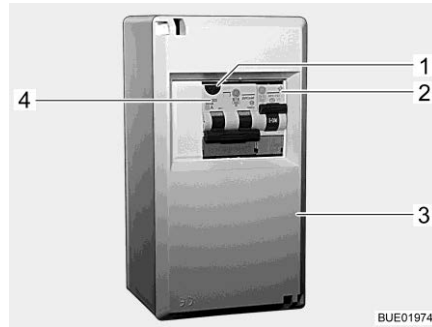
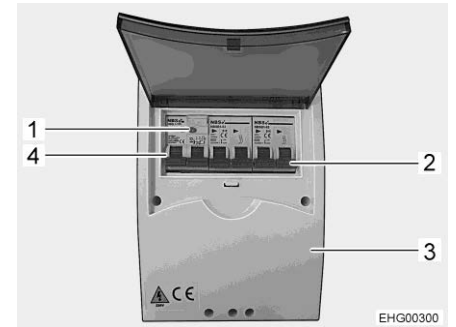

Fig. 206 Coffret de fusibles 230 V
Fig. 207 Coffret de fusibles 230 V (variante)
Un disjoncteur différentiel/de protection de circuit combiné (Fig. 206,4 ou Fig. 207,4) dans le coffret de fusibles (Fig. 206,3 ou Fig. 207,3) protège tout le véhicule contre le courant différentiel (0,03 A).
Sur les véhicules possédant un équipement particulier tel que la climatisation, un disjoncteur de protection de circuit supplémentaire (10 A) (Fig. 206,2 ou Fig. 207,2) protège l'appareil.
- Lorsque le véhicule est raccordé à l'alimentation 230 V, appuyer sur la touche de contrôle (Fig. 206,1 ou Fig. 207,1). Le disjoncteur différentiel doit se déclencher.